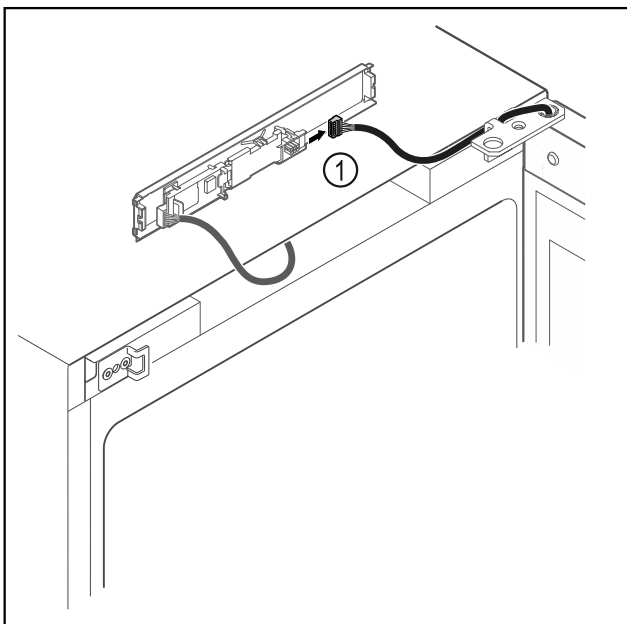

Fig. 14
- ▶ Vytáhněte zástrčku Fig. 14 (1) z desky.